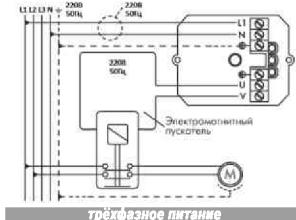

Рис. 2
- 7.1. Подключение проводов к блоку насосной автоматики следует производить в соответствии с приведенной схемой (Рис. 2). При подключении насоса с трёхфазным питанием, или однофазного насоса с коммутируемым током выше 10А, насос следует подключать к блоку автоматики через магнитный пускатель.